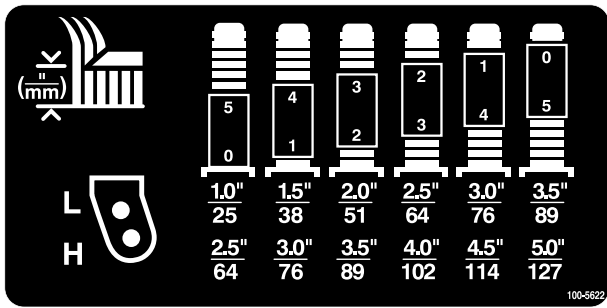
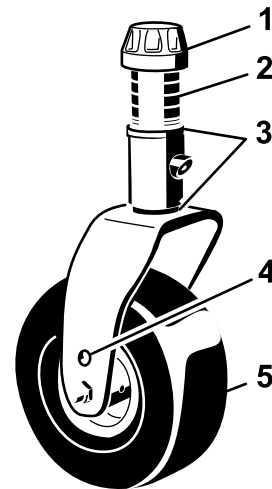
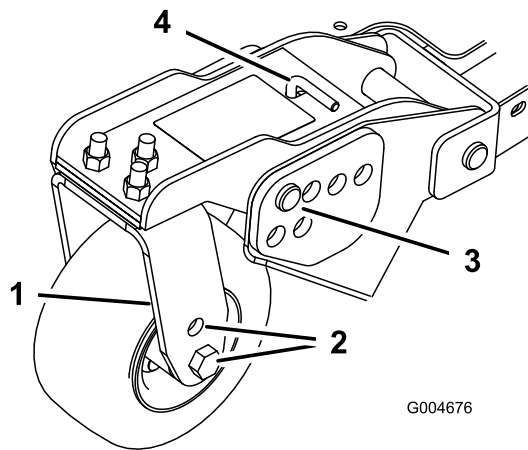

図 18
図 21
図 23
1. 両方のキャストホイールの軸をキャストフォークの上穴または下穴にセットどのキャストフォークもで同じ高さの穴に統一する図 21 と図 23。刈高と使用する穴との関係は以下のチャートにて確認してください。
2. スピンドルシャフトからテンショニングキャップを外し図 21キャストアームからスピンドルを抜き出す。最初についていたように、スピンドルシャフトにシム3mmを2枚セットする。これらのシムは、デッキ全体の左右の水平調整に必要となる。希望の高さにするために必要な数のスペーサ13mmをシャフトにセットし、ワッシャをはめる。
4. キャスタピボットアームからヘアピンコッターとクレビスピンを抜き取る図 23。
5. テンションロッドを回してピボットアームの上下位置を調整し、デッキフレームの希望する高さブラケットに合わせる 図 23 と 図 18。